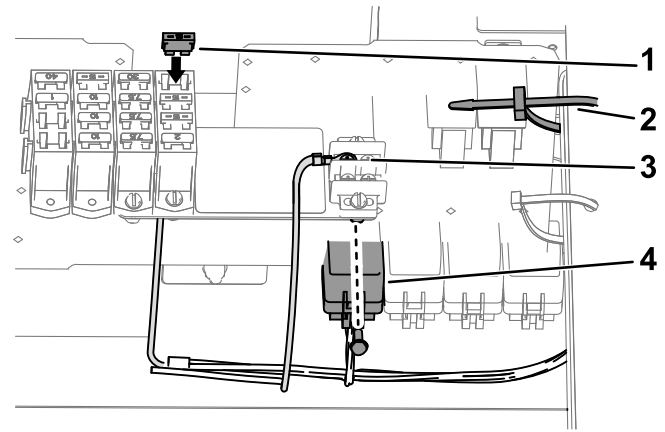

Figura 19
1. En el ramal del compartimiento del motor de 197 cm del arnés de cables, alinee el relé con el conector hembra de 5 vías del arnés de cables para el kit de acabado (Figura 19).
2. Inserte las clavijas del relé en las tomas del conector (Figura 19).
3. Alinee el taladro de la pestaña de montaje del relé con el taladro del panel de cables (Figura 19).
4. Sujete el relé al panel (Figura 19) con el perno con arandela prensada (10-24 x 1/2").
5. Retire el tornillo del bloque del terminal de tierra (Figura 19).
- Para las máquinas que tengan el accesorio de conector de pala en el bloque de fusibles de la máquina, instale un fusible de en el bloque de fusibles (Figura 19).